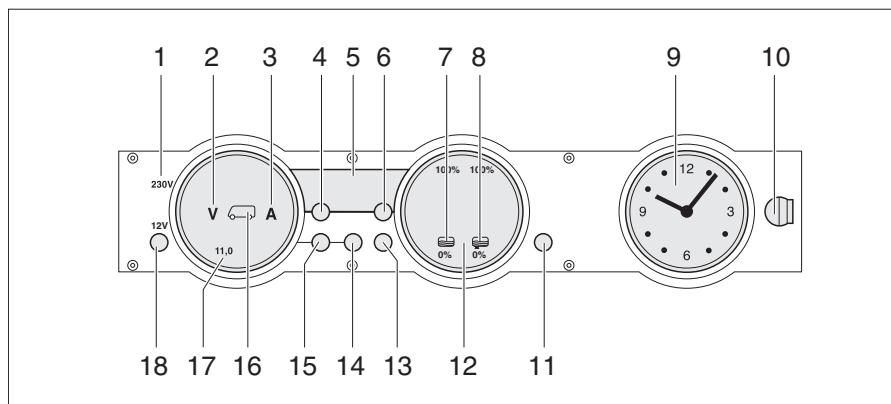

Fig. 270 Panel MP 20-T
La luz de control de 230 V (Fig. 270,1) se enciende cuando hay tensión de red en la entrada del bloque eléctrico.
El interruptor principal de 12 V (Fig. 270,18) conecta y desconecta el panel y la alimentación de 12 V del habitáculo.
- Pulsar la tecla "12 V" (Fig. 270,18) brevemente. La alimentación de 12 V del habitáculo está conectada. La visualización de control "12 V" está encendida.
- ▷ En caso de que después de la conexión parpadeen tanto el LED "11,0" de la visualización de voltios así como el símbolo Voltios "V" (Fig. 270,2) en el instrumento indicador Baterías (Fig. 270,17), será demasiado baja la tensión de la batería del habitáculo. Cargar la batería.
- ▷ En caso de que después de la conexión parpadeen tres veces la visualización de control "12 V", el símbolo Batería del habitáculo (Fig. 270,16) y el símbolo Voltios "V" (Fig. 270,2), estará activada la separación de batería. Desactivar la separación de batería.
- Pulsar la tecla "12 V" (Fig. 270,18) brevemente. La alimentación de 12 V del habitáculo está desconectada. La visualización de control "12 V" se apaga.
- Pulsar la tecla Batería del habitáculo (Fig. 270,14) y mantenerla pulsada aprox. 10 segundos. Los símbolos Voltios "V" (Fig. 270,2) y Amperios "A" (Fig. 270,3) parpadean tres veces. La batería del habitáculo está separada de la red de a bordo de 12 V.
- Pulsar la tecla "12 V" (Fig. 270,18) y mantenerla pulsada aprox. 5 segundos. El símbolo Voltios "V" (Fig. 270,2) parpadeará tres veces. La batería del habitáculo está conectada a la red de a bordo de 12 V. La visualización de control estará encendida durante aprox. 2 segundos.
- Pulsar la tecla Batería del habitáculo "█" (Fig. 270,14). El símbolo Voltios "V" (Fig. 270,2) estará encendido. Según la carga o la descarga, el símbolo Amperios "A" estará iluminado de color blanco o rojo. La tensión de la batería y la corriente de la batería del habitáculo se visualizan a través de LEDs en el instrumento indicador.
- Pulsar la tecla Batería del motor de arranque "█" (Fig. 270,15). El símbolo Voltios "V" (Fig. 270,2) estará encendido. La tensión de la batería del motor de arranque es visualizada a través de LEDs en el instrumento indicador.
- Pulsar la tecla Depósitos "■" (Fig. 270,13). Los símbolos Depósito de agua "■" (Fig. 270,7) y Depósito de aguas residuales "■" (Fig. 270,8) estarán encendidos. Los niveles de llenado del depósito de agua (escala izquierda) y del depósito de aguas residuales (escala derecha) serán visualizados a través de LEDs en el instrumento indicador.
El símbolo Voltios "V" (Fig. 270,2) y el LED "11,0" parpadearán tan pronto la tensión de la batería caiga abajo de 11 V (medición durante el funcionamiento) y exista el riesgo de una descarga completa.
El símbolo Depósito de agua "☵" (Fig. 270,7) o el símbolo Depósito de aguas residuales "☒" (Fig. 270,8) parpadeará si el depósito de agua está vacío o el depósito de aguas residuales está lleno.